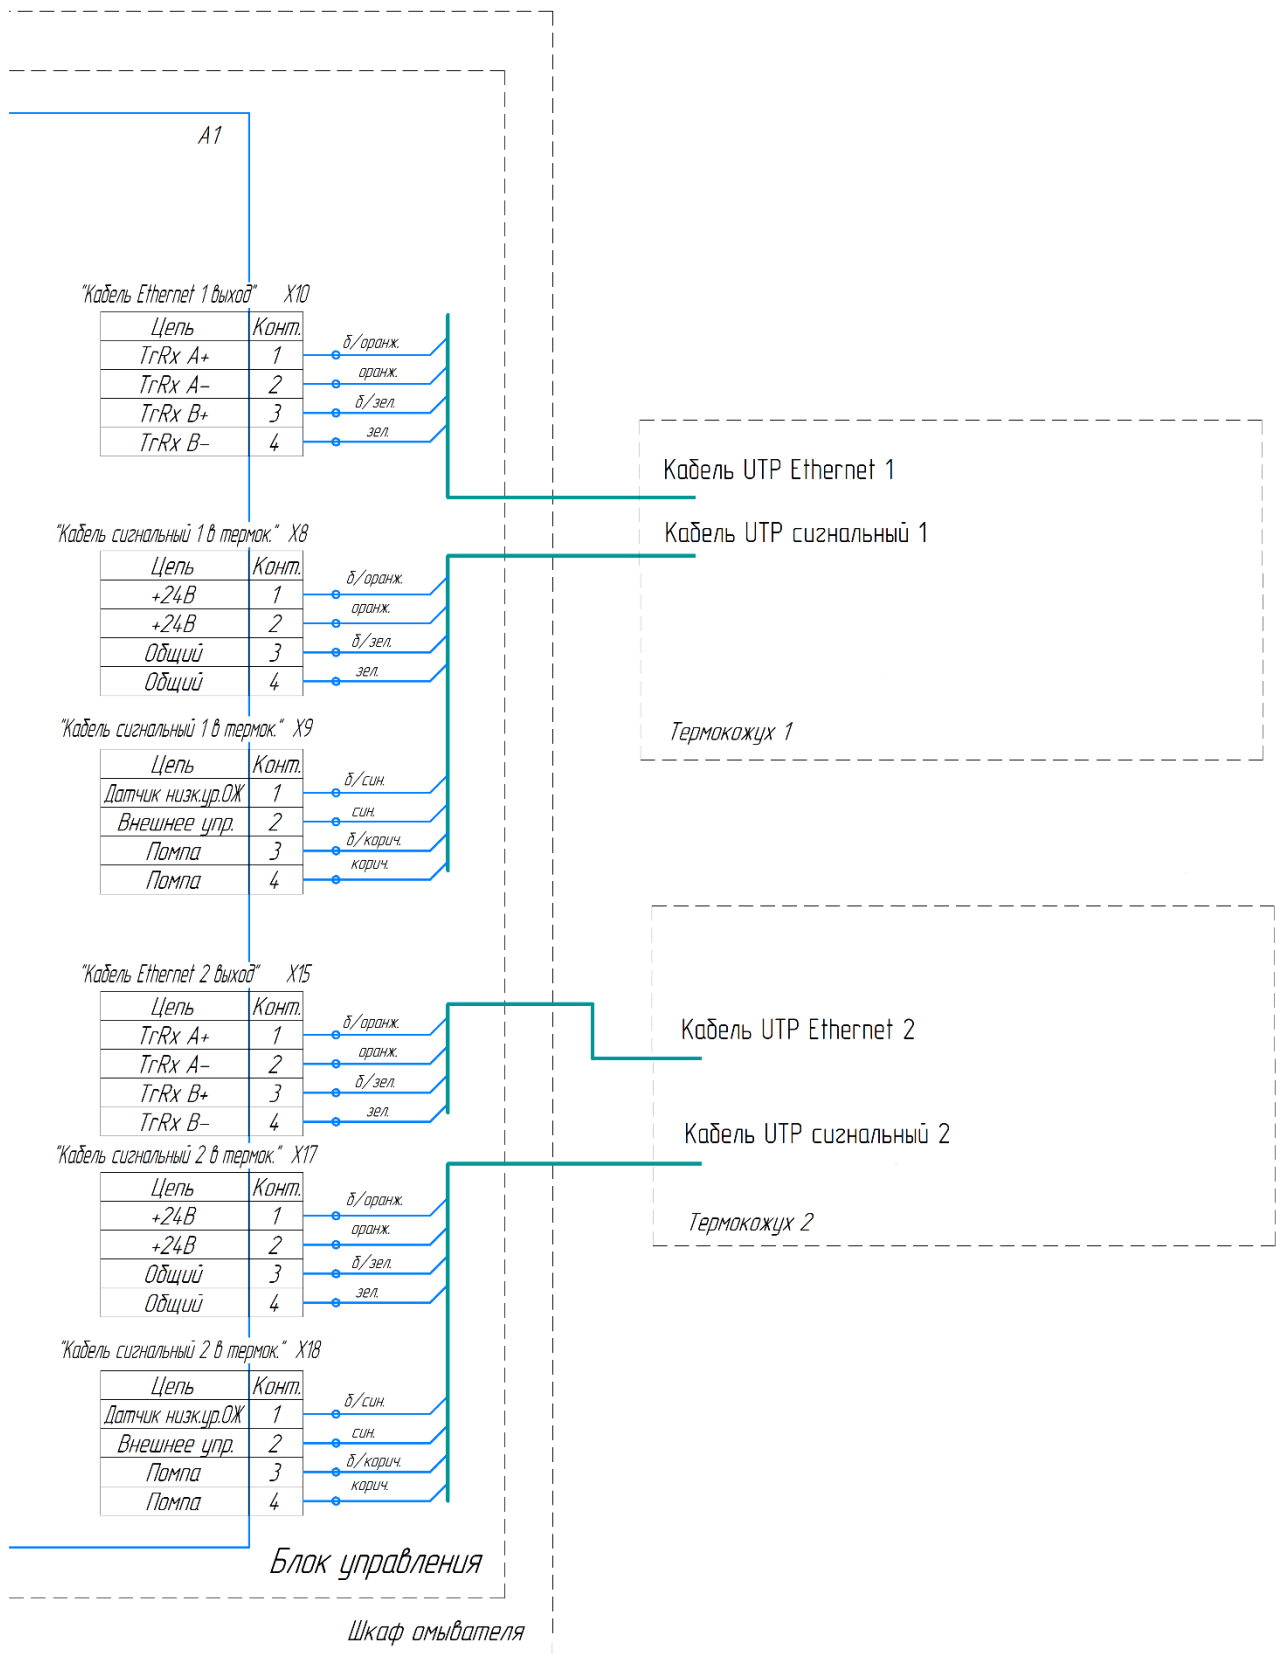

Рис. 7. Схема подключения кожуха к шкафу.
2.3. Подключить провода к клеммам согласно схеме подключения рис.7.